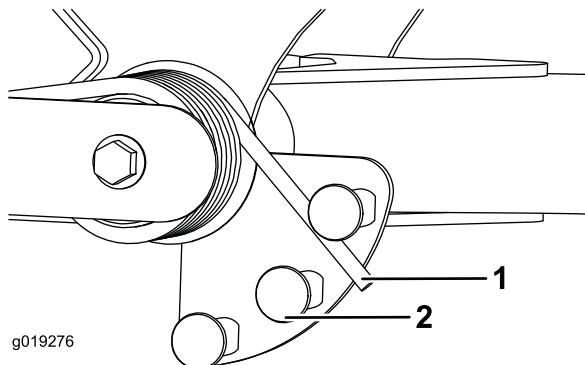

Figura 40
2. Coloque un tubo u otro objeto similar sobre el extremo largo del muelle y gírelo alrededor del actuador del muelle a la posición deseada (Figura 40).
3. Para aliviar la tensión del muelle, retire el perno y la contratuerca que sujetan el actuador del muelle al soporte (Figura 40).